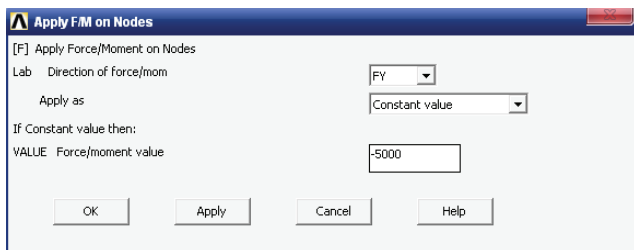

图 3-100 在关键点上施加集中力载荷对话框
8) 选择 Main Menu | Solution | Define Loads | Apply | Structural | Force/Moment | On Keypoints 命令，出现 Apply F/M on KPs 拾取菜单，在输入栏中输入 8，单击 OK 按钮，出现 Apply F/M on Nodes 对话框，参照图 3-100 对其进行设置，单击 OK 按钮关闭该对话框。